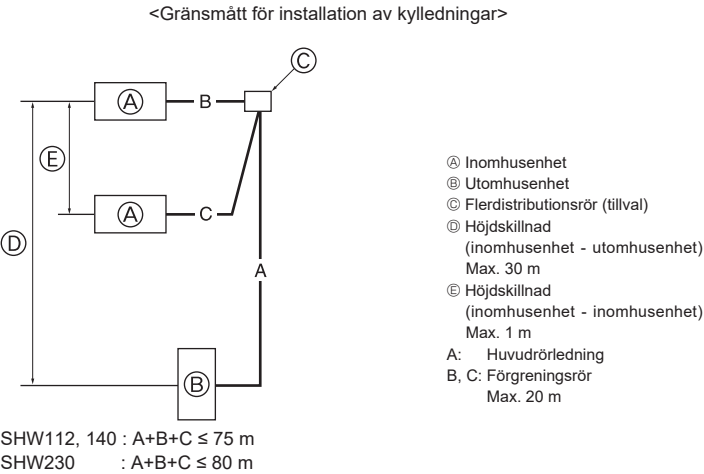

Fig. 4-9
- 4.7. För dubbla/tredubbla/fyrdubbla kombinationer (Fig. 4-9) (endast för luftkonditioneringar)